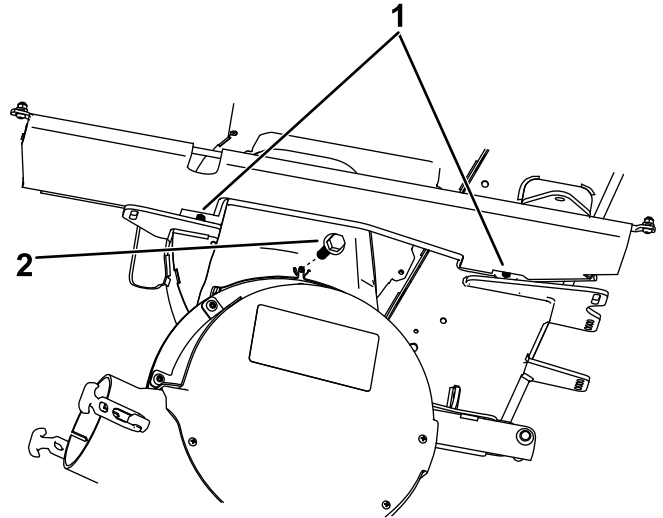

Figure 3
1. Montez la nouvelle tige de protection derrière le panneau de protection et fixez-la en place avec les 2 nouvelles vis à tête hexagonale à embase ($\frac{1}{4}$ " x $\frac{5}{8}$ ") (Figure 3).